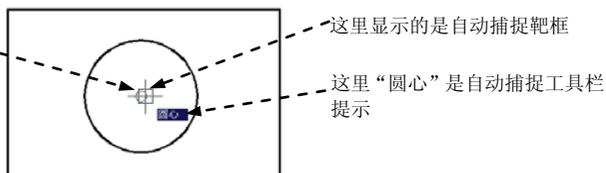

图 3.2.2 自动捕捉设置说明
- 标记(M) 复选框: 用于设置在自动捕捉到特征点时是否显示捕捉标记, 如图 3.2.2 所示。
- 磁吸(G) 复选框: 用于设置当将光标移到离对象足够近的位置时, 是否像磁铁一样将光标自动吸到特征点上。
- 显示自动捕捉工具提示(T) 复选框: 用于设置在捕捉到特征点时是否提示“对象捕捉”特征点类型名称, 如圆心、交点、端点和中点等, 如图 3.2.2 所示。
- 显示自动捕捉靶框(D) 复选框: 选中该项后, 当按 F3 键激活对象捕捉模式, 系统提示指定一个点时, 将在十字光标的中心显示一个矩形框——靶框, 如图 3.2.2 所示。
- 用鼠标拖动 自动捕捉标记大小(S) 选项组中的滑块, 可以调整自动捕捉标记的大小。当移动滑块时, 在左边的显示框中会动态地更新标记的大小。